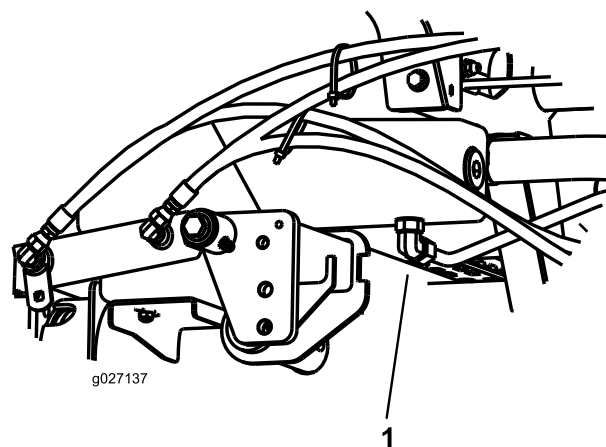

Рисунок 71
2. Установите большой сливной поддон под штуцер, находящийся в нижней части бака с гидравлической жидкостью (Рисунок 71).